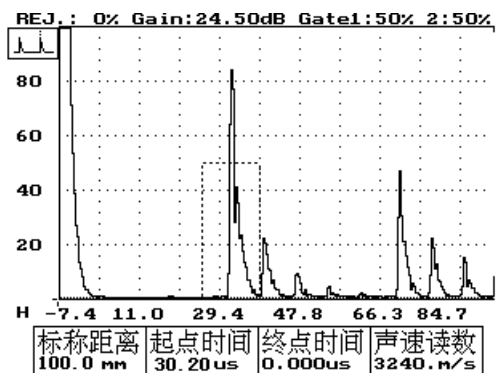

图 18-9
- 9、按闸门键及方向键——调节前闸门的宽度及高度，并移动前闸门套住第一次底面反射波（用纵波探头进行测试）或半径为 50mm 圆弧的反射波（用横波探头进行测试）。如图 18-9 所示（以纵波探头测试为例）。